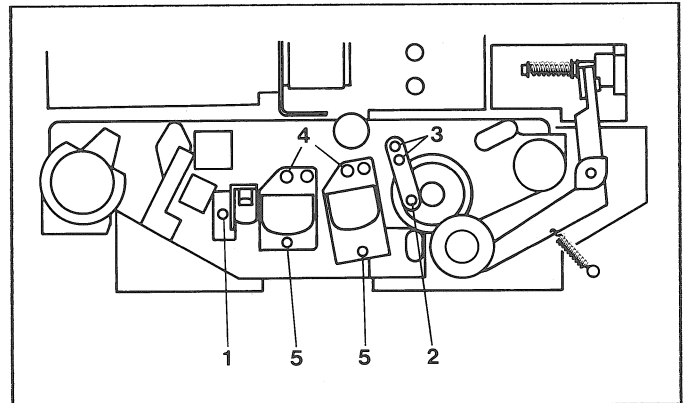

Fig. 1
- Höhenkorrekturen werden mit den Schrauben [4,5] (Fig. 1) vorgenommen.